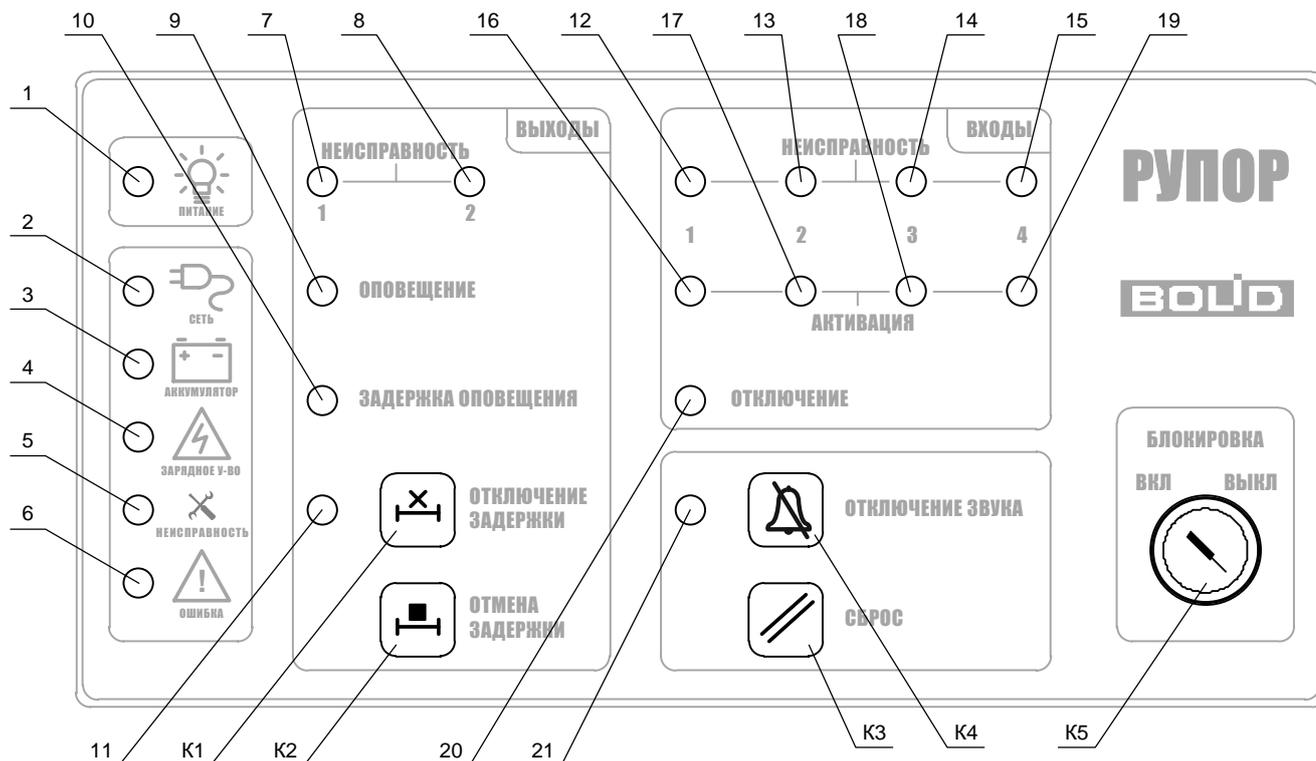

Рисунок 1. Органы управления и индикации блока
1. На передней крышке блока имеются световые индикаторы, предназначенные для индикации режимов работы блока и состояния подключённых к нему внешних цепей, а также ряд функциональных кнопок и электроконтактный замок включения/выключения блокировки кнопок (рис. 1). Назначение индикаторов и кнопок приведено в таблице 1 и таблице 2 соответственно.